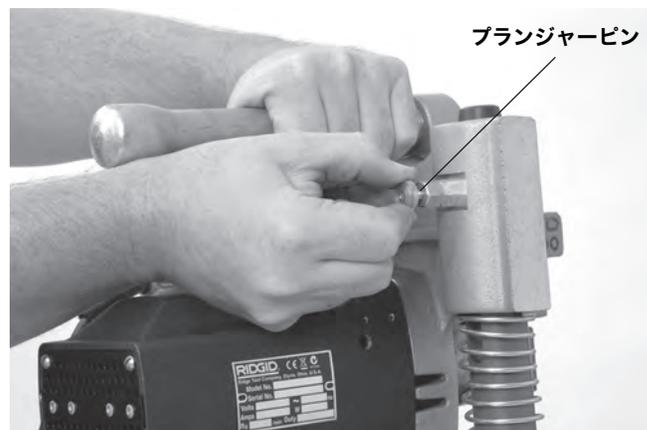

図 7 - ベースアセンブリとモーターアセンブリを切り離す
- 部品の破損、摩耗、欠落、ずれ、もしくは固着がないか。モーターアセンブリが、ベースアセンブリのポストを滑らかに引っかかることなく上下することを確認してください。チェーンとスイベルハンドルが、自由に動くことを確認してください。HC-300では、ブランチピンが正しく機能し、モーターアセンブリをベースアセンブリに保持していることを確認してください（図7）。
1. HC-300ホールカッタをしっかり安定した台または床面に置いた状態で、左側ポストの後部にあるプランジャーを引っ張り (図 7)、モーターアセンブリを持ち上げて、ベースアセンブリから取り外してください。